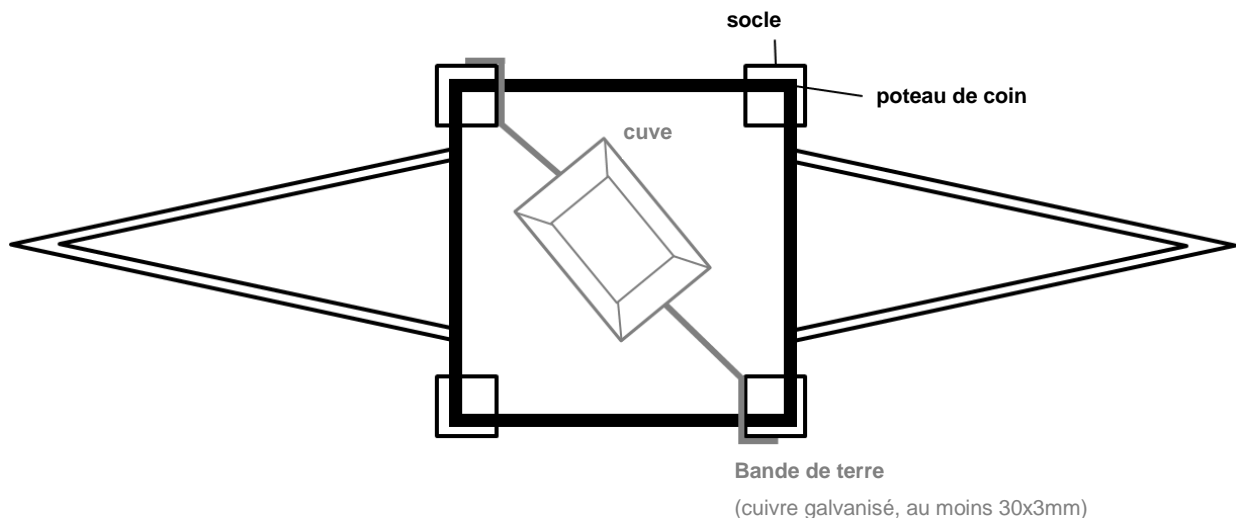

Figure 1: Représentation schématique d'une cuve en métal sous des pylônes en treillis, y compris mise à la terre
- Si l'élément en métal se trouve complètement à l'intérieur des pieds du pylône, il peut être mis à la terre au niveau de la mise à la terre de ce dernier (voir Figure 1).